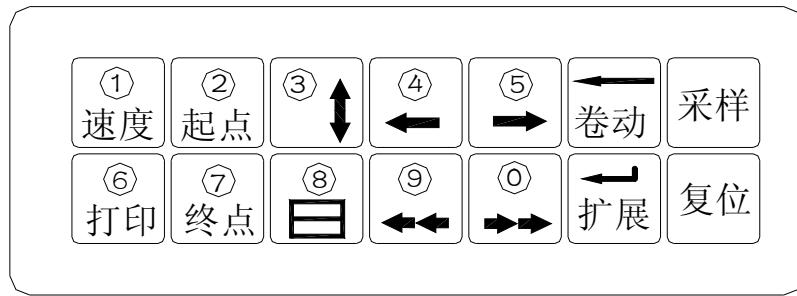

图 2.2 闪测仪键盘排列示意图
9、功能键键盘：本仪器使用 14 个轻触按键作为控制功能键，其中有 12 个是双功能键，键盘排列如图 2.2：